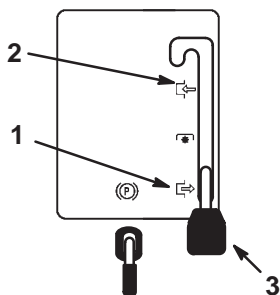

Figure 9
4. Mettez la commande des lames (PdF) en position débrayée (Fig. 9).